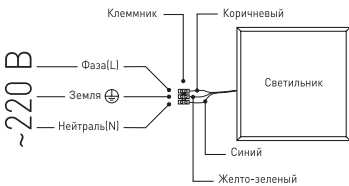
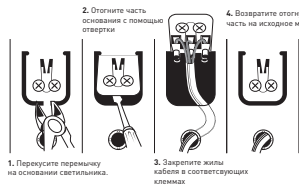

Рис.1. Схема подключения светильника SPO-6-48 к сети 220В.
Рис.2. Схема подключения светильника SPO-6-36 к сети 220В.
3.3.2. Этот провод необходимо подключить к проводу источника питания с помощью внешнего клемника (в комплект не входит) в соответствии со схемой, изображенной на рис.1; модель SPO-6-36 не имеет вывода проводов, подключение происходит через клемную колодку в соответствии со схемой на рис. 2.